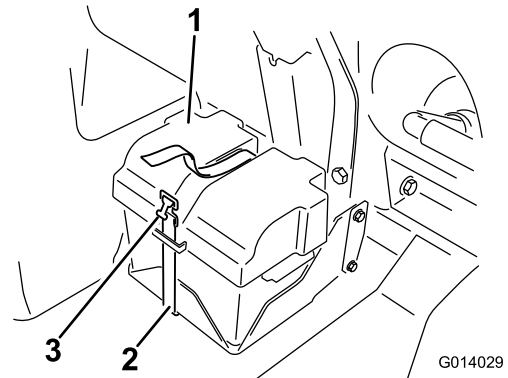
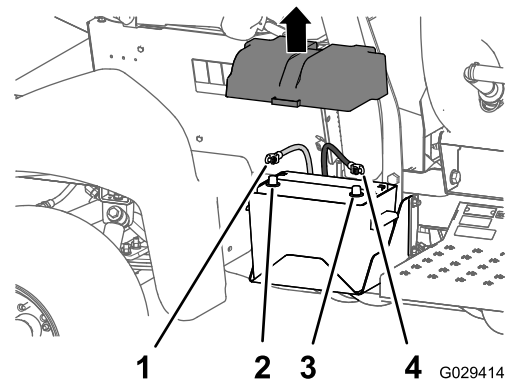

Figure 1
Figure 2
4. Débranchez le câble positif (rouge) de la borne de la batterie (Figure 2).
3. Déposez le couvercle de la batterie et débranchez le câble négatif (noir – masse) de la borne de batterie (Figure 1 et Figure 2).